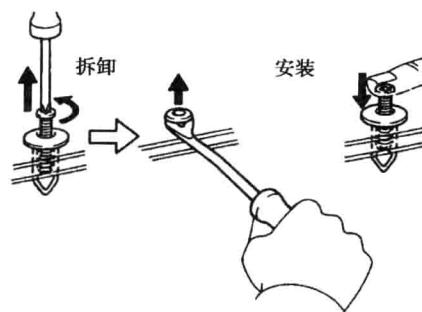
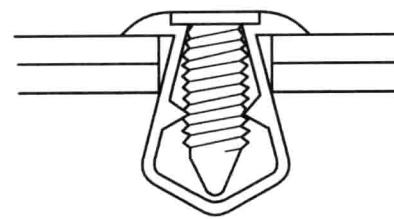

图 1.2.4
图 1.2.6
(1) 拆卸与安装车身零件夹子的方法如图 1.2.4 ~ 图 1.2.6 所示。